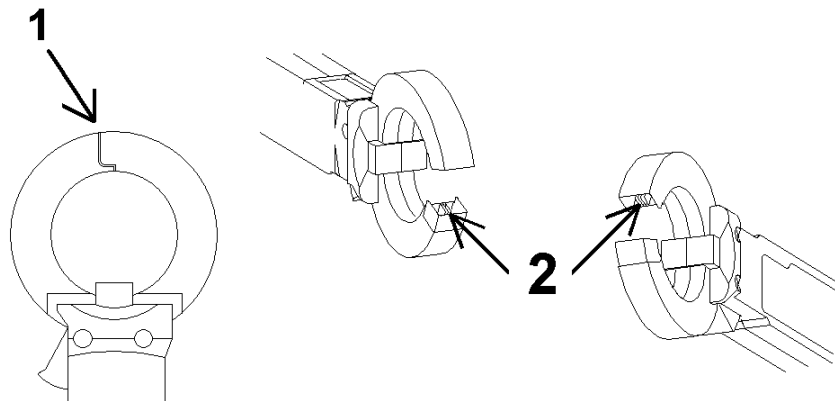

Bild 4
- Die Backen Bild 4 (1) der Ableitstrommesszange müssen sich ohne Kraftaufwand schließen lassen. Die Metalllamellen Bild 4 (2) dürfen nicht verbogen oder beschädigt sein!
- Beim Schließen müssen sich die Zangenbacken Bild 4 (1) ohne Kraftaufwand schließen, da sonst die Metalllamellen Bild 4 (2) beschädigt werden können.